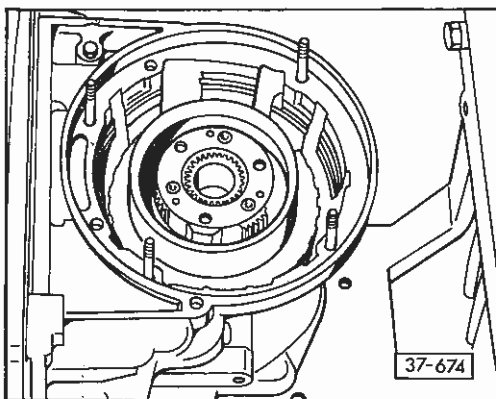

Fig. 14 Repose du train planétaire de marche arrière
- Mettre en place avant de monter les disques – fig. 14